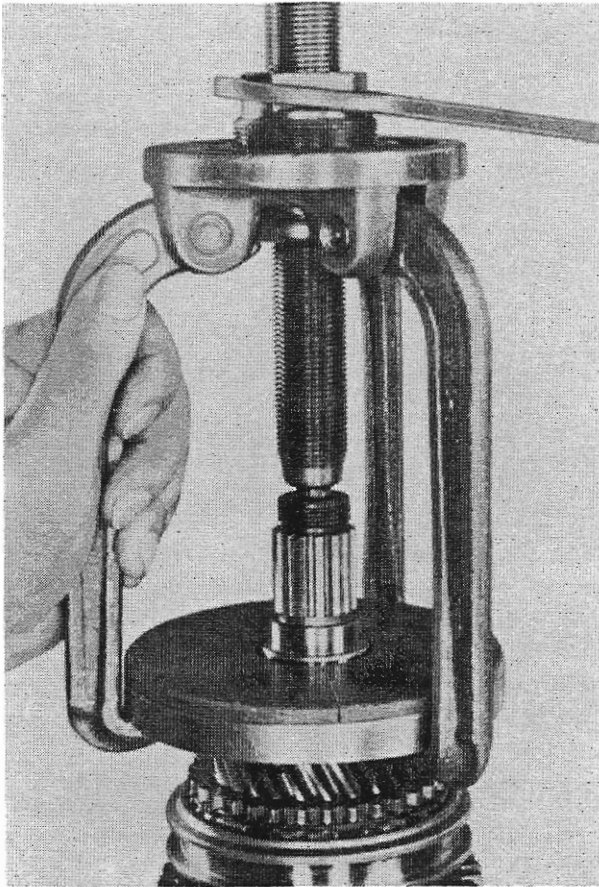

Abb. 19
4. Hauptwelle wieder in den Schraubstock spannen (Abtriebswelle oben). Mit Abziehvorrichtung ·12· und handelsüblichem Abzieher den Kugellagerring von der Welle pressen (Abb. 19).